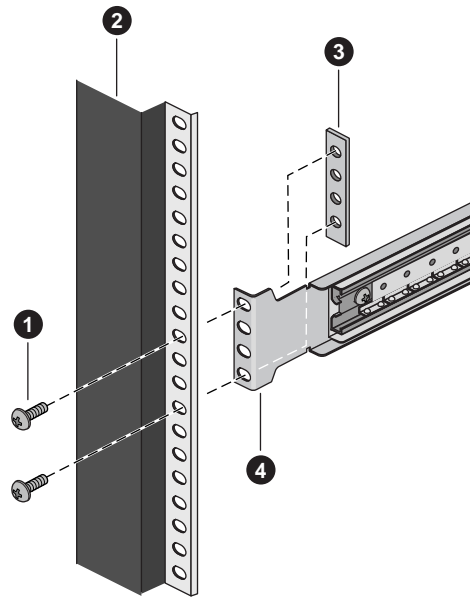

Figura B-4 Soporte en ángulo recto y riel vertical
4. Coloque el soporte detrás de los orificios de instalación del riel vertical. Véase la Figura B-4 como ejemplo.
La Figura B-4 muestra los siguientes componentes: